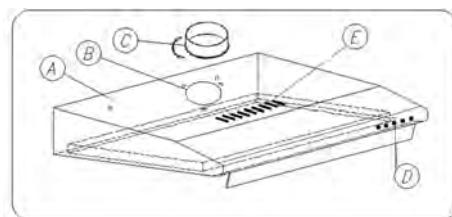
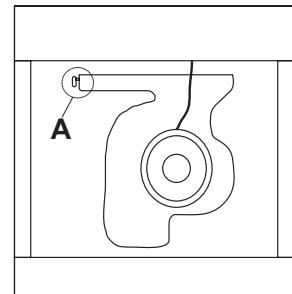

рис.1
рис.4
Вытяжное устройство OSC 621 H, OSC 521 H состоит из следующих элементов (рис.1):
- а) разметить на стене вертикальную линию, обозначающую центр кухонной плиты, снять нижнюю панель (нижнюю часть вытяжки), приложить корпус вытяжки (рис. 1 поз. А) к стене, выравнивая его отмеченный центр по вертикальной линии на стене,
Необходимо также перевести переключатель режима работы в верхнее положение. Переключатель располагается сбоку, в передней части пластикового корпуса двигателя, внутри вытяжки - (рис. 4 поз. А). Подсоединение могут выполнять только квалифицированные специалисты.
При данном режиме работы в вытяжке должны быть установлены угольные запахоулавливающие фильтры (монтаж описан далее в инструкции). Также необходимо установить переключатель режимов работы в нижнее положение (рис.. 4 поз. А) и закрыть заглушкой отверстие для выхода воздуха (рис. 1 поз. В).